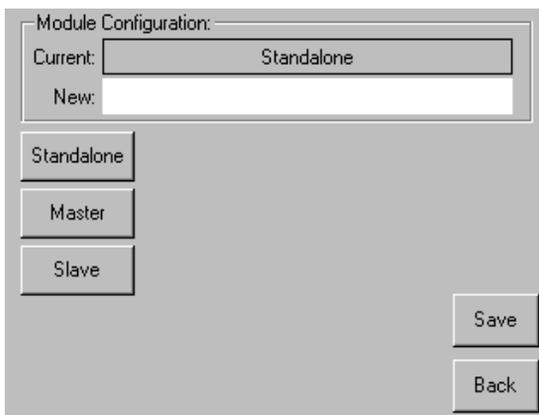

図3-4: [Module Configuration]画面
- [Module Configuration]メニュー オプションの横のボタンを押し、次に、[Master]ボタンを押します(図3-4を参照)。
5. [Module Configuration]メニュー オプションの横のボタンを押して、[Slave]ボタンを押します（図3-4を参照）。